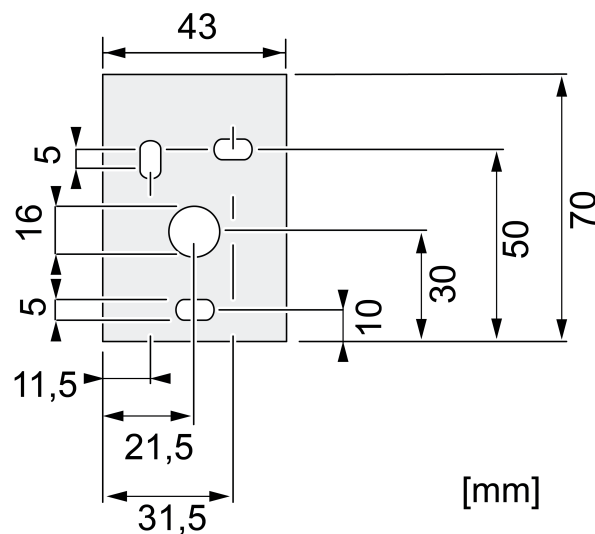

Bild 8: Befestigungsarm – Maße für Bohrlöcher
- Wandmontage: Befestigungsarm mit geeigneten Schrauben durch die Bohrlöcher (Bild 8) an der Wand befestigen.
- Den 7poligen Stecker am Anschluss (7) befestigen. Gewindingring mit max. 0,5 Nm anziehen.